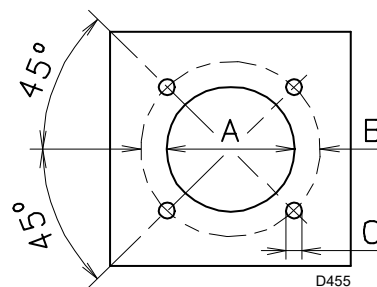

Abb. 15
Bebohren Sie die Abdeckplatte der Brennkammer wie aus Abb. 15 (Tab. K) ersichtlich. Die Lage der Gewindebohrungen kann mit Hilfe des Wärmeschilds, das dem Brenner beige packt ist, nachvollzogen werden.
- Den gesamten Brenner in das vorher vorbereitete Bohrloch des Heizkessels einpassen, wie in Abb. 15 dargestellt, und mit den beige packten Schrauben befestigen.